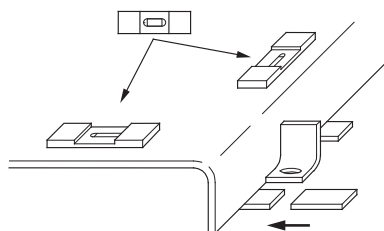

Fig. 8: Nivellering og justering af grundpladen
- Læg grundpladen på, og niveller den i begge retninger med yderligere udligningsskiver (se fig. 8).
- Juster det komplette aggregat ved opstillingen på fundamentet ved hjælp af vaterpasset (på aksel/trykstud) (se fig. 8). Grundpladen bør i vandret plan ligge inden for en tolerance på 0,5 mm pr. meter.